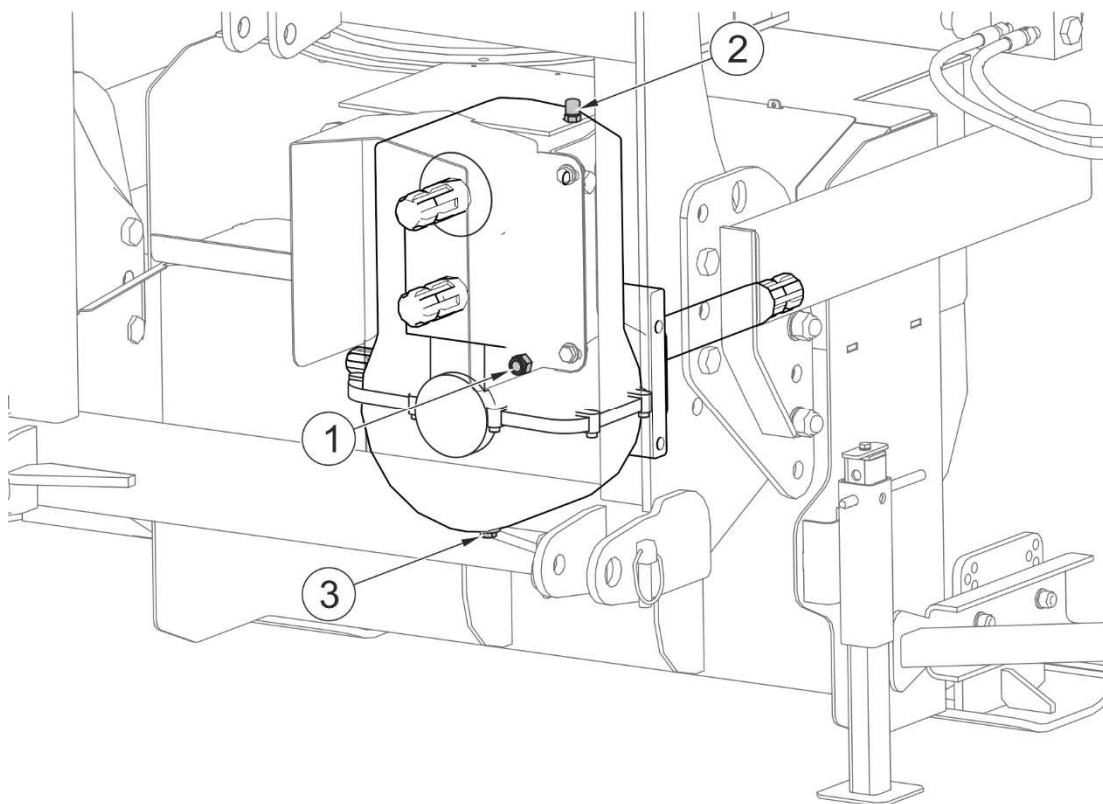

РИСУНОК 5.1 Проверка и замена масла в главной передаче
В новой машине в главную передачу (РИСУНОК 5.1) закачено трансмиссионное масло класса 80W/90 API GL-4. Обслуживание передачи сводится к регулярной проверке и замене масла. Для проверки масла в главной передаче необходимо:
- отвинтить контрольную пробку (1) (РИСУНОК 5.1),
- уровень масла должен достигать нижнего края отверстия пробки (1),
- в случае необходимости долить масло через заливную пробку (2).
Замену масла нужно производить сразу же после работы, пока передача еще горячая, а возможные загрязнения смешались с маслом. С целью замены масла в передаче (РИСУНОК 5.1) необходимо: